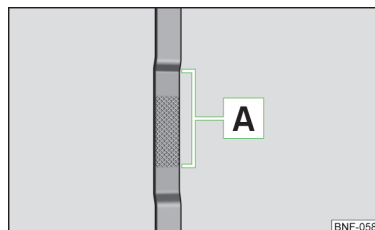

Fig. 100
Oliepind » Fig. 100
- Oliestanden må aldrig være over eller under området **A** » Fig. 100 – risiko for beskadigelse af motoren og udstødningssystemet!